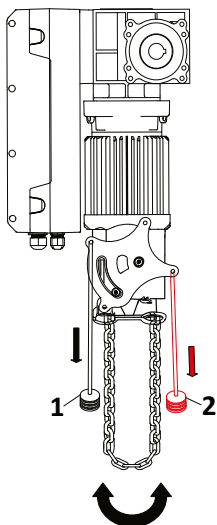

Рисунок 11
Потяните красный (2) шнур вниз до упора, каретка выйдет из зацепления, управление приводом с помощью электродвигателя блокируется, на экране появится надпись «BLOCKED», после этого возможно управление цепью (3), поднимая или опуская ворота. Для возврата в рабочее состояние потяните черный (1) шнур до упора вниз, каретка вернется на место, привод будет готов к работе (Рис. 11).